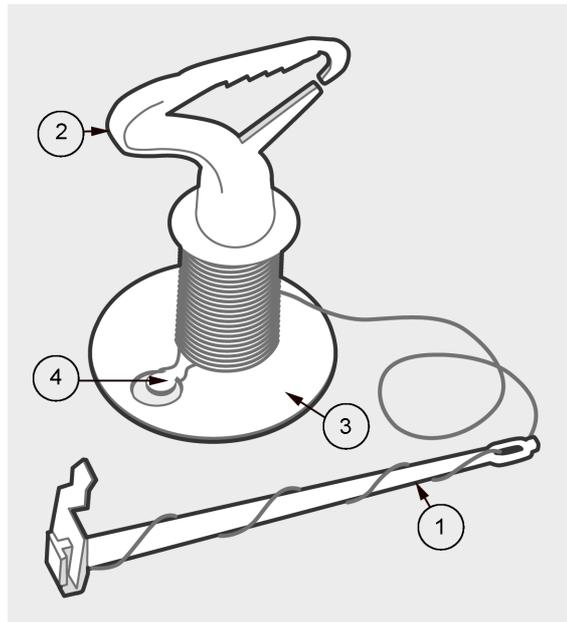

Ilustración 11 Desbobinador RS41
Para empezar a utilizar el desbobinador RS41, primero retire el palo del desbobinador (número 1 en la Ilustración 11 en la página 28) del cuerpo del desbobinador. El palo se coloca entre dos sujetadores de plástico en el gancho del desbobinador (número 2). Retire el palo de los sujetadores de plástico y quítelo de la placa inferior del desbobinador (3).
Los números hacen referencia a la Ilustración 11 en la página 28 :
En el cuerpo del desbobinador, el cordón pasa por debajo de un sujetador de plástico redondo (número 4 en la Ilustración 11 en la página 28) de la placa inferior. Esto mantendrá el cordón atado al desbobinador y la radiosonda atada al globo.